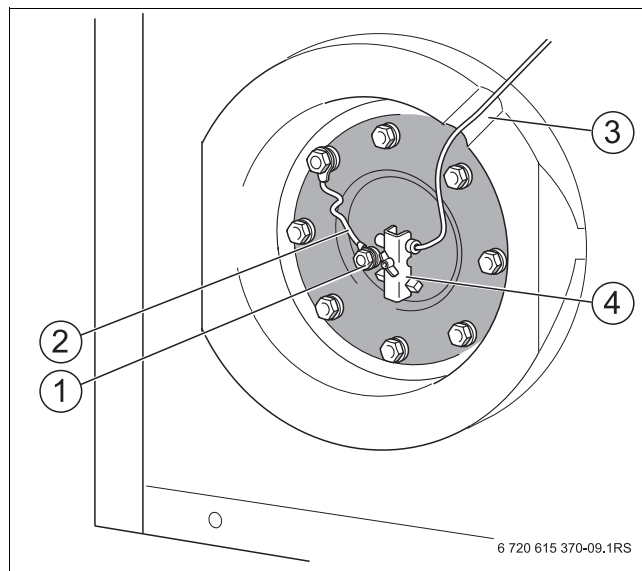

Bild 10 Anschlüsse an der Inspektionsöffnung
- Fühlerleitung durch die Aussparung im Wärmeschutz (→ Bild 10, [3]) zum Handlochdeckel führen.
- Temperaturfühler entsprechend der geometrischen Form bzw. des Durchmessers in die Fühlerbefestigung (→ Bild 10, [4]) montieren.